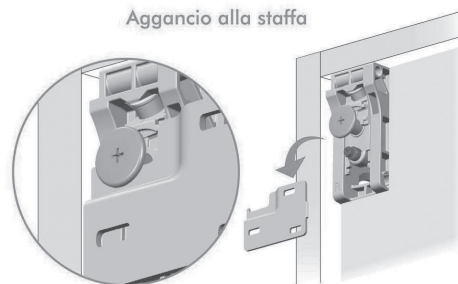

Fig. 2
- Livellare il mobile tramite la regolazione verticale (vedi Fig. 2).